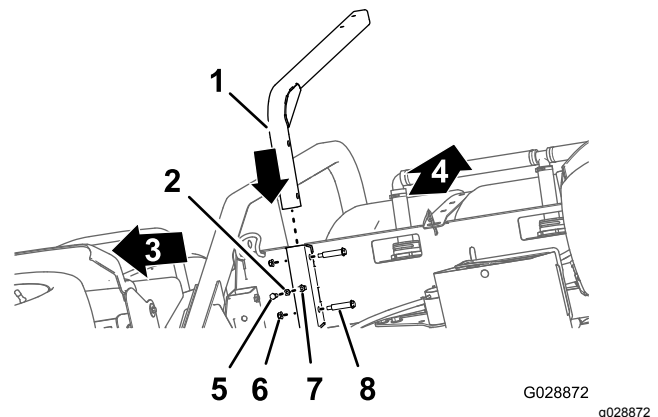

Figura 35
1. Alinee el tubo de sujeción del depósito de agua limpia con la ranura del soporte del depósito (Figura 35).
2. Alinee los taladros del tubo de sujeción con los taladros de la ranura (Figura 35).
3. Sujete el tubo a la ranura (**Figura 35**) con los 2 pernos de cuello largo y las 2 contratueras ($\frac{3}{8}$ ").
4. Enrosque la contratuerca ($\frac{3}{8}$ ") en el perno ($\frac{3}{8}$ " x 1"); consulte **Figura 35**.
5. Enrosque el perno y la contratuerca en la tuerca soldada de la parte inferior de la ranura del soporte del depósito, y apriete el perno y la contratuerca (**Figura 35**).